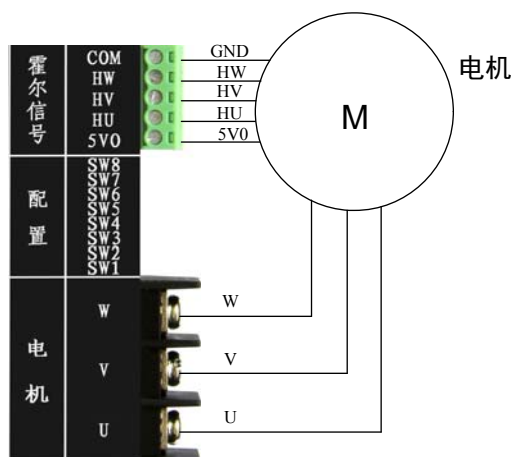

图 3.4 电机接线图
- 1) 断开驱动器电源。将电机的U、V、W三相线电源线接到驱动器电机接口的U、V、W，将电机的霍尔传感器电源线正负极（通常正极为红色，负极为黑色，具体参照电机的相关资料）分别接到驱动器霍尔信号接口的 5VO和HGND，霍尔传感器的三霍尔位置信号线接到驱动器霍尔接口的HU、HV、HW，如图 3.4 所示。